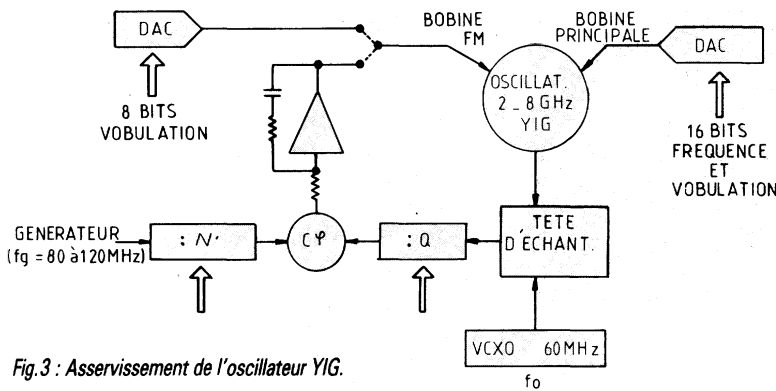

Fig. 3 : Asservissement de l'oscillateur YIG.
2) *L'excursion est réduite* (inférieur à 1 MHz plein écran et il faut verrouiller l'oscillateur). On se reportera à la figure 3 donnant un aperçu des éléments concernés.